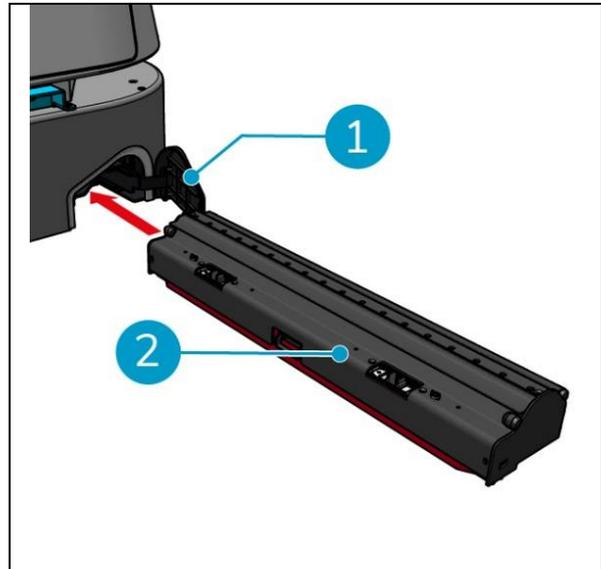

Figura 34
9. Vuelva a colocar el cepillo del rodillo y el soporte de la escobilla de goma (Figura 34, pos. 2) en el compartimento, a lo largo de la barra lateral superior.
10. Cierre la tapa del compartimento del cepillo de rodillo y de la escobilla de goma (Figura 34, pos. 1).